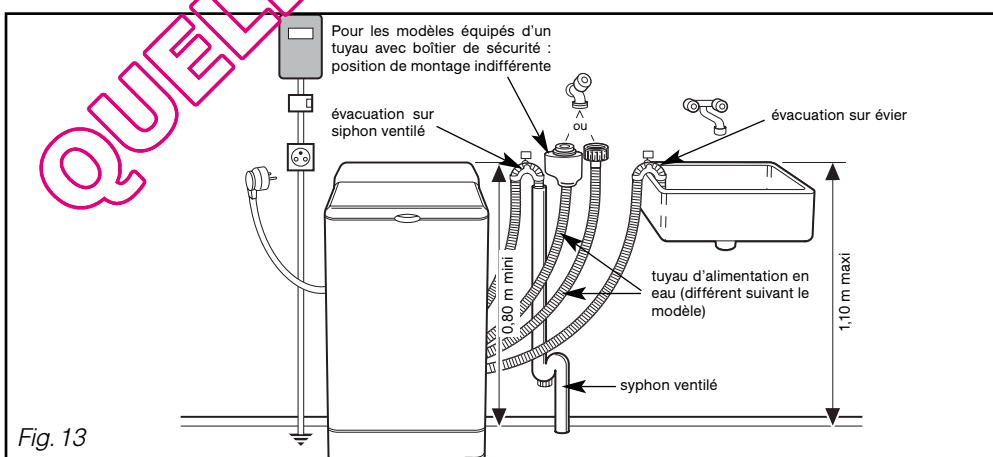

Fig. 13
• **Alimentation en eau froide (Fig. 13) :**
• **Alimentation électrique (Fig. 13) :**
• **Evacuation des eaux usées (Fig. 13) :**